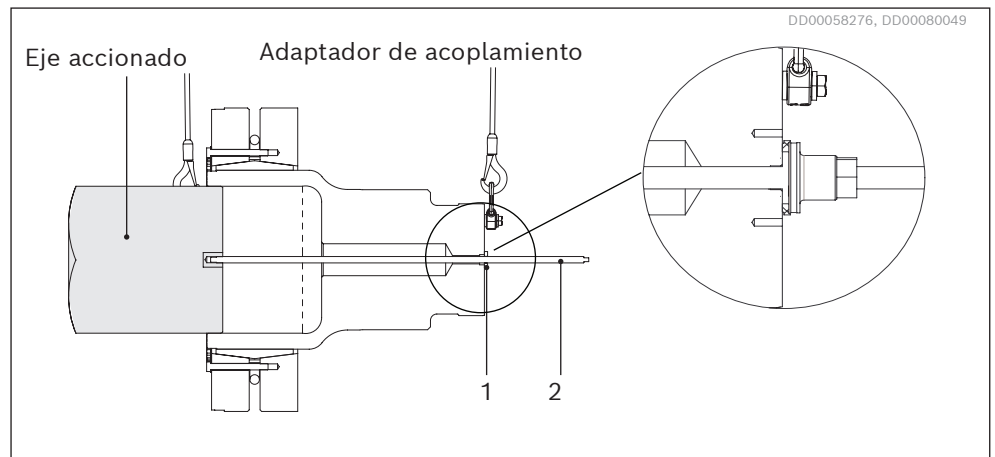

Fig. 35: Instalación del adaptador de acoplamiento en el eje accionado con la herramienta de montaje.
3. Pase la herramienta de instalación por el centro del adaptador de acoplamiento y atornille con ella el eje accionado, utilizando la llave cuadrada que hay en el extremo de la herramienta, ver *Fig. 35*.